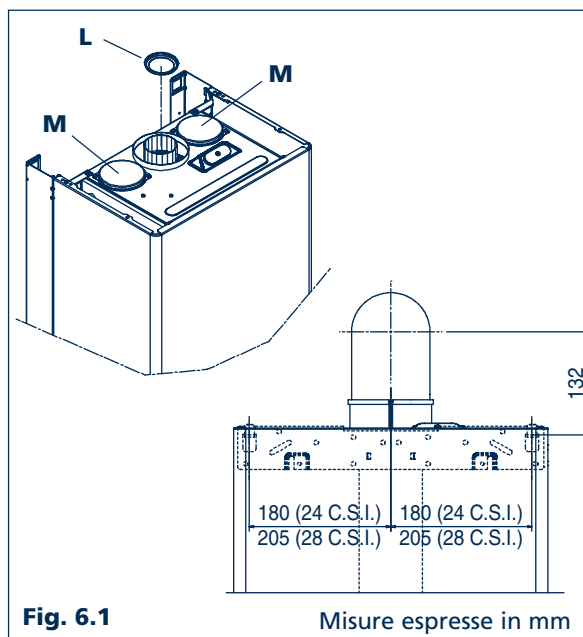

Fig. 6.1
La caldaia viene fornita predisposta per essere collegata a condotti di scarico/aspirazione coassiali e con l'apertura per l'aspirazione aria (M) chiusa (fig. 6.1).